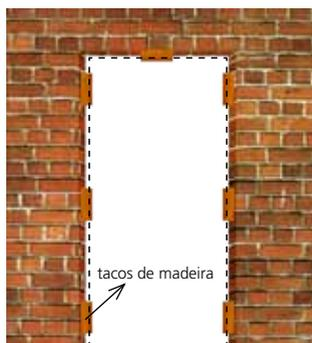

figura 1
4.3 - Monte o batente com parafusos e utilize duas régua de madeira para que fique no esquadro, observe a figura 1;